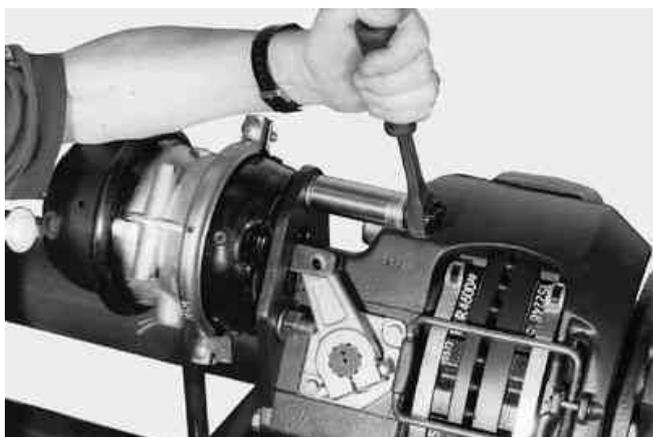

РИС.21
3. Демонтируйте тормозную камеру (Рис. 21).